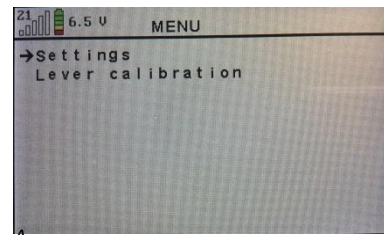

Abbildung 37
- Aktivieren Sie die Bedienung der Winde, indem Sie auf der Fernbedienung die Taste ( ✓ ) drücken (siehe *Abbildung 37*).